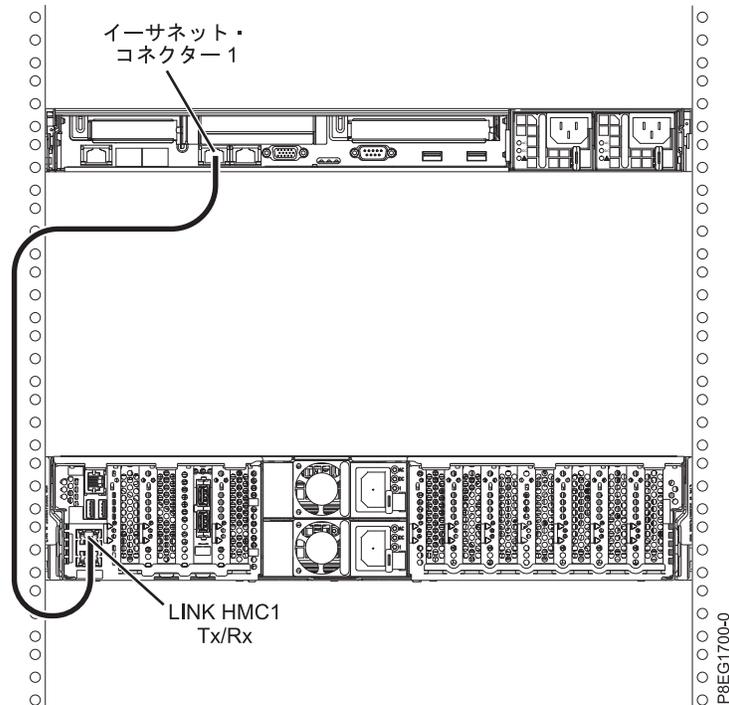

図 39. 管理対象システムへの HMC の取り付け
1. HMC を管理対象システムに直接接続する場合は、HMC のイーサネット・コネクタ 1 を管理対象システムの HMC1 ポートに接続します。『51 ページの図 39』を参照してください。